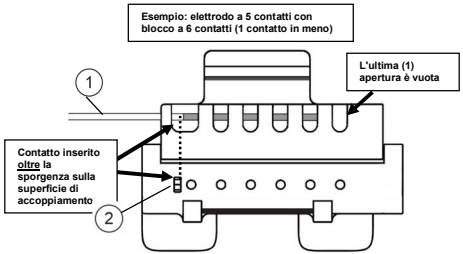
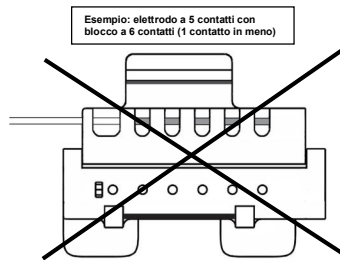

Figura 3. Posizionamento corretto della coda dell'elettrodo con meno contatti
Figura 4. Posizionamento errato dell'elettrodo con meno contatti.
- 3.2. Per gli elettrodi con meno contatti, inserire l'elettrodo fino a quando l'ultimo contatto inserito non si allinea con il lato opposto della prima apertura e supera la sporgenza sulla superficie di accoppiamento. Vedere la Figura 3.
- 3.3. Non inserire completamente l'elettrodo con meno contatti (mostrato nella Figura 4). Le finestre sul lato opposto (lontano dal punto in cui viene inserito l'elettrodo) devono essere lasciate vuote per gli elettrodi con meno contatti, come mostrato nella Figura 3.